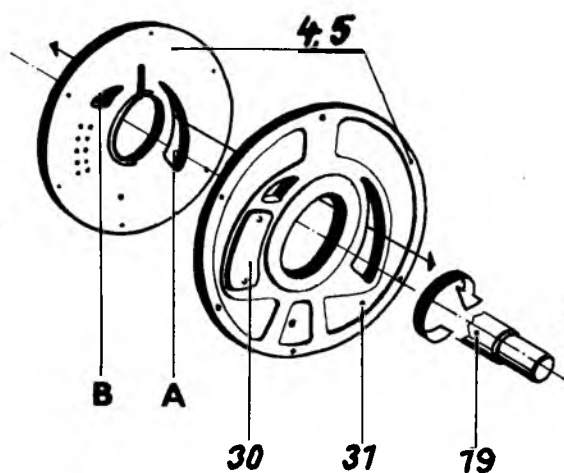

Рис. 4
- 2) Закрепить распределительные щиты клапанов на обе крышки корпусов так, чтобы всасывающие окна (т. е. большие окна) при виде со стороны привода находились с правой стороны на обоих распределительных щитах клапанов, см. рис. 4. Распределительные щиты клапанов крепятся винтами к крышке корпуса. Опорные поверхности между распределительным щитом клапанов и противоположные поверхности на крышке корпуса необходимо уплотнить жидкой шпаклевкой — герметичной.
10. Неправильно смонтированные распределительные щиты клапанов	10. Щиты должны быть смонтированы согласно рис. 4.